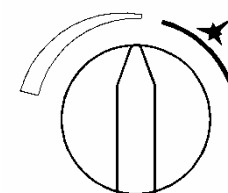
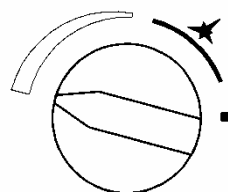

Рисунок 12. «Малое пламя»
Рисунок 13. «Большое пламя»
- повернуть ручку 4 против часовой стрелки в положение между «Малым пламенем» (рис. 12) и «Большим пламенем» (рис.13), при этом горелка запальная должна продолжать гореть;
1. Изменением ручкой 4 (рис. 1) расхода газа, поступающего на основную горелку (между положениями «Малое пламя» и «Большое пламя», рис. 12 и 13). Поворот ручки 4 против часовой стрелки увеличивает расход газа и температуру воды, поворот ручки 4 по часовой стрелке уменьшает расход газа и температуру воды.